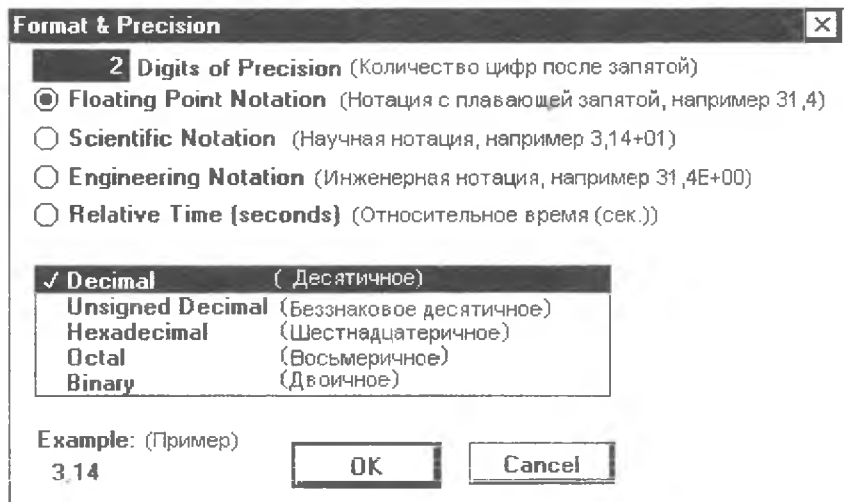

Рис. 3.7. Форма ввода "Format & Precision"
3. "Format & Precision" ("Формат представления и точность") позволяет варьировать формой представления отображаемых числовых значений (см. рис. 3.7).